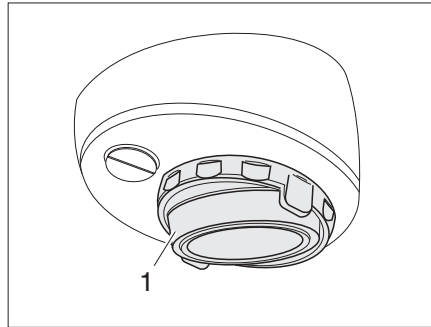

Fig. 137 Lampe halogène rapportée (orientable)
- Ouvrir prudemment le couvercle (Figure 137,1) avec un outil approprié (p. ex. tournevis) et l'enlever.